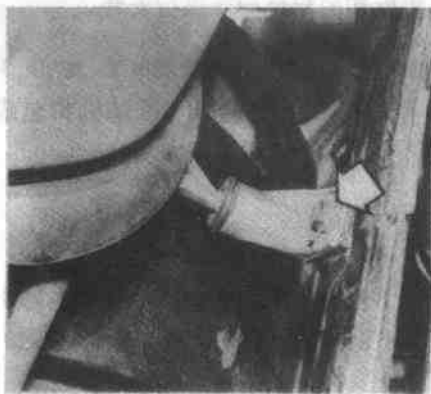

图 5-3-3
(1) 拆下全景雨刮臂。
(2) 拆下气动室上方的空气进口罩的两个固定螺钉和卡环。
(3) 按图 5-3-3 所示，提起空气进口罩的前部分的橡胶密封件。